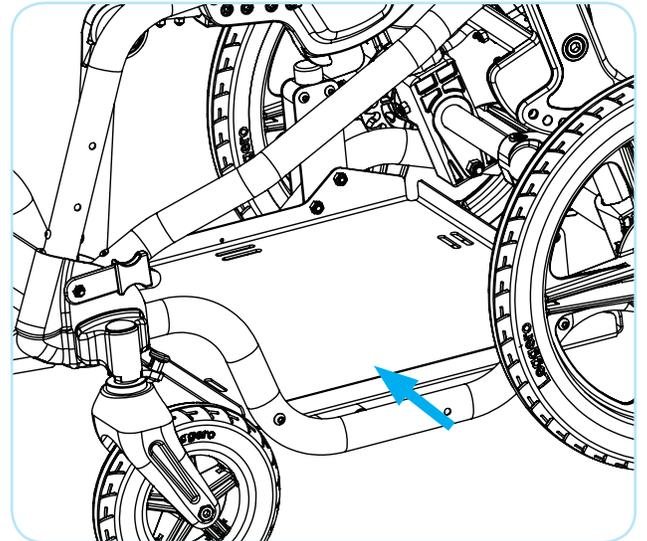

Figure 35
2. Chargez et déchargez le plateau sur les côtés. Consultez la figure 35.